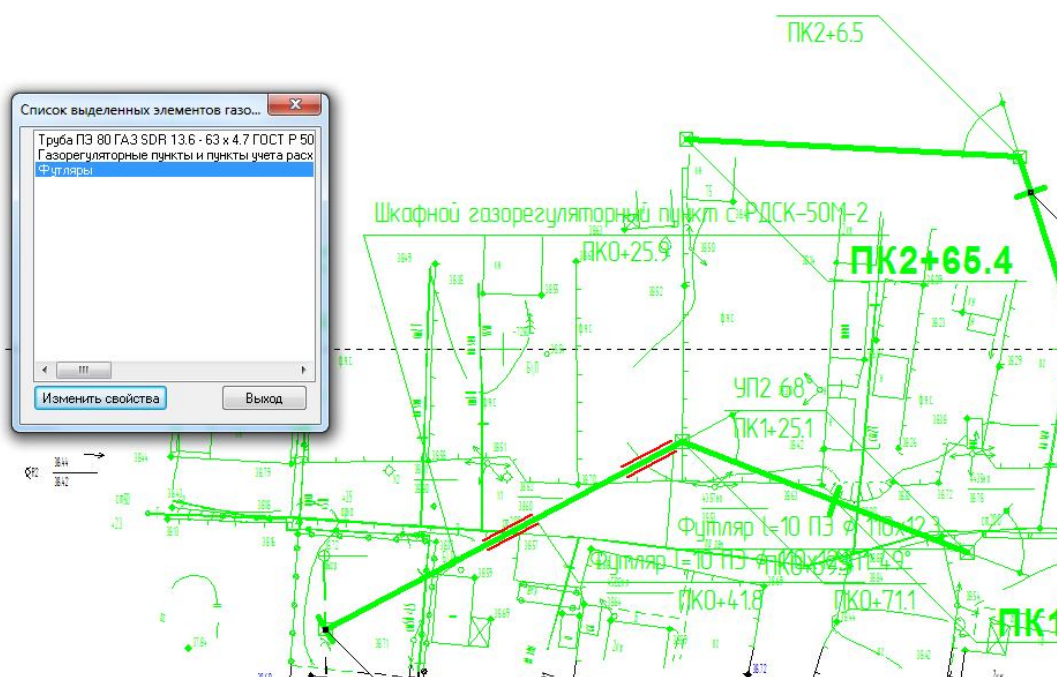

Рис.45
- 1) Если перед входом в данный режим средствами Компас была выделена группа объектов топоплана, и среди них есть элементы или точки плетей газопровода, то программа сгруппирует эти элементы по типам и выведет на экран диалоговое окно со списком выделенных типов элементов (рис. 45).